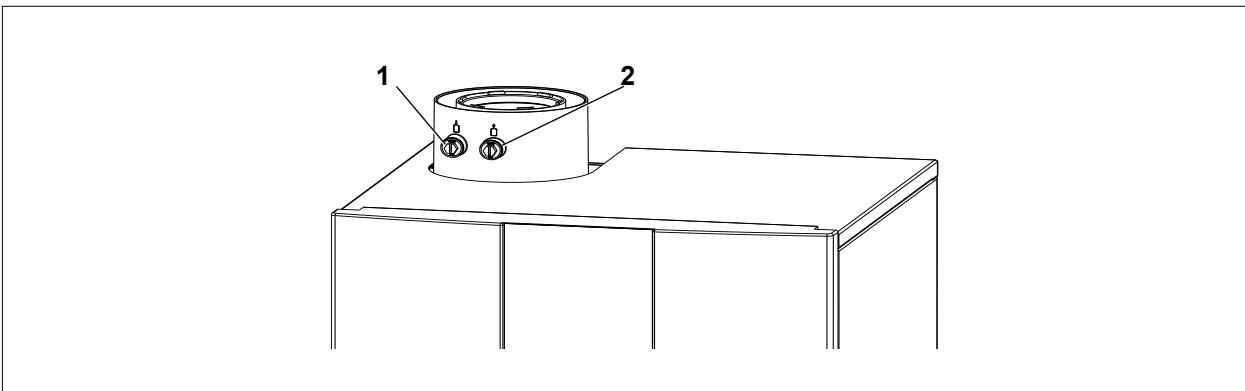

Abb. 6.2 Gerätanschluss mit Abgas-Messöffnung
- ▶ Kappe von rechter Messöffnung (Abb. 6.2) entfernen.
- ▶ Bei Bedarf CO₂-Wert gemäß Tab. 6.4 mit der Gasdurchflussschraube (2) korrigieren.